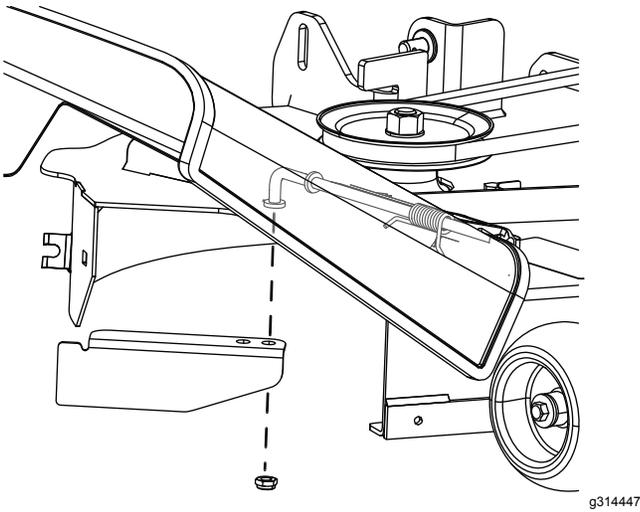

Figure 1
4. Retirez l'écrou qui fixe le déflexeur d'ouverture sur le tablier et déposez le déflexeur (Figure 1).
3. Installez l'écrou sur la tige d'éjection, à son emplacement d'origine (Figure 1).